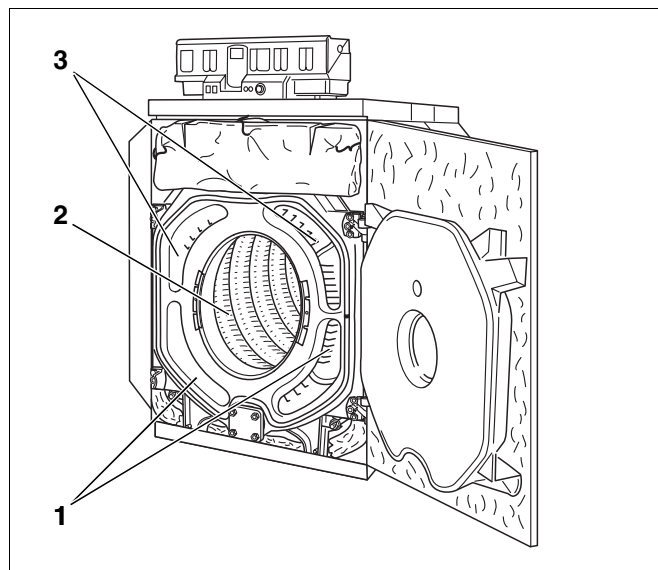

Fig. 69 Rensning af røgslagene
- Røgslag ene skal renses med rensbørsterne 1 og 2 fra forenden mod bagenden (Fig. 69, **pos. 1 og 3**).
- Resten af fyrboksen (Fig. 69, **pos. 2**) skal renses med rensbørste 2.
- De nederste røgslag skal renses fra forenden med rensbørste 2 (Fig. 69, **pos. 1**).